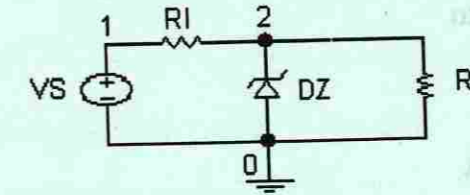

Figura 2. Regulador Zener
1.- Crear el archivo EXP03.CIR con la información del circuito de la figura 2.